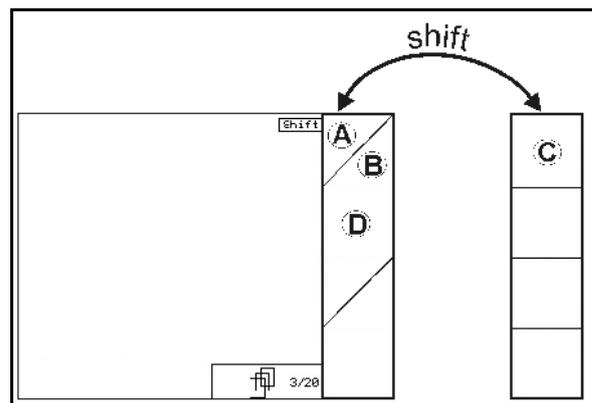

Fig. 11
- Premendo il tasto Shift sul lato posteriore del dispositivo, vengono visualizzati ulteriori campi funzioni (Fig. 11) nel menu Lavoro/menu Job e l'assegnazione dei tasti di funzione viene modificata di conseguenza.